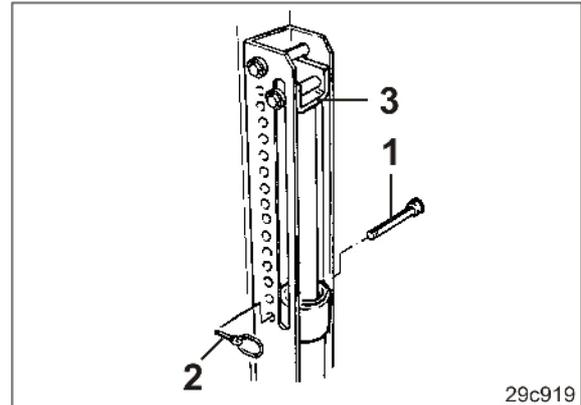

Fig. 165
3. Introducir el perno (Fig. 165/1) por debajo del tope (Fig. 165/3) en un orificio del grupo de orificios y asegurar con un pasador clavija (Fig. 165/2).